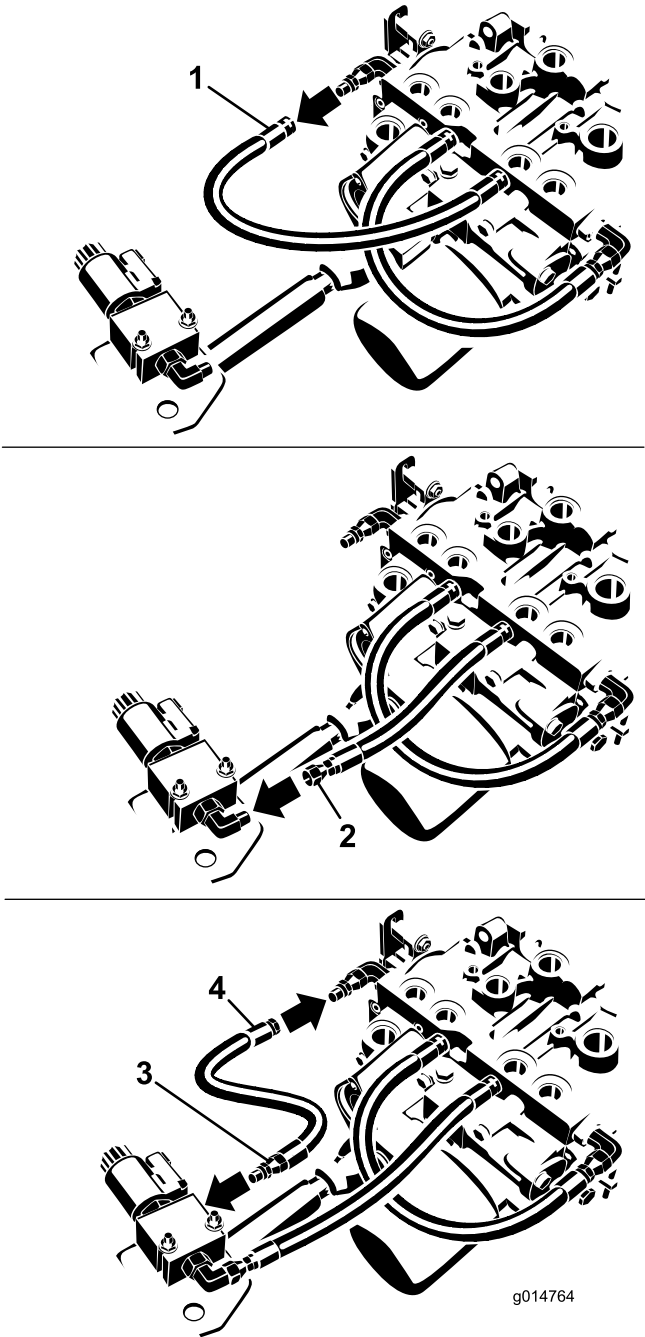

Figura 2
5. Desconecte el manguito, ilustrado en la Figura 2, del acoplamiento de 90° del lado derecho de la transmisión.
6. Instale el extremo desconectado del manguito en el adaptador de 90° de la válvula de bloqueo del diferencial y apriételo firmemente (Figura 2).
7. Instale el extremo macho del manguito nuevo en el orificio de la válvula de bloqueo del diferencial y apriete firmemente (Figura 2).
8. Instale el extremo hembra del manguito nuevo en el acoplamiento de 90° del lado derecho de la transmisión (Figura 2).